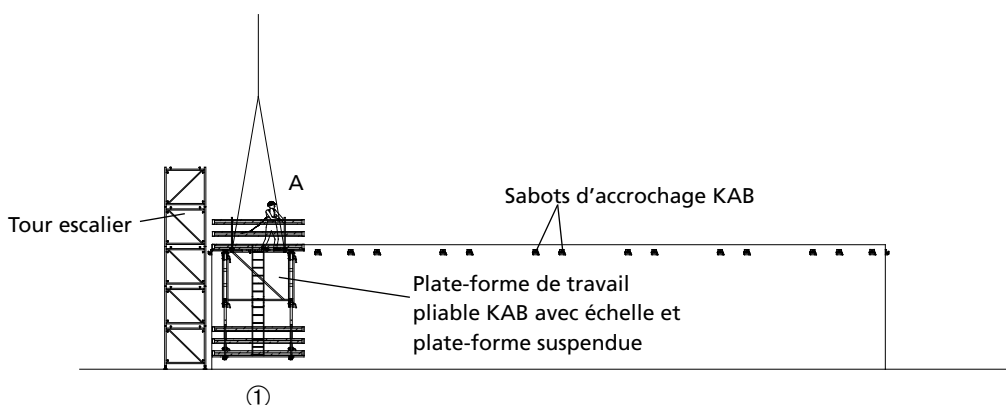

Fig. 28.1
1. Accrocher une 1re plate-forme de travail pliable KAB (équipée d'une échelle et d'une plate-forme suspendue) sur les sabots d'accrochage préalablement fixés sur le voile. Une 1re personne (personne A), munie d'un équipement de protection individuelle (EPI) destiné à prévenir les chutes de hauteur, emprunte la tour escalier (l'ouverture / l'appareil de levage) pour accéder à la plate-forme ① (fig. 28.1) et détache les élingues, puis reste en position sur la plate-forme ①.